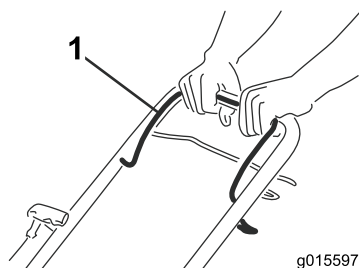

Рисунок 14
1. Удерживайте штангу управления ножом (Рисунок 14) прижатой к рукоятке.